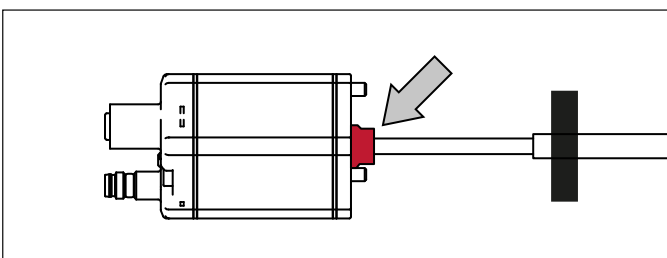

Abb. 34: Dichtung vor Einsatz in Sensorrohr HD/HL/HP entfernen
- Der Basissensor ist mit drei Schrauben am Sensorstab befestigt und lässt sich im Servicefall leicht austauschen. Entfernen Sie vor dem Einschleiben des Basissensors in das Sensorrohr HD/HL/HP die rote Dichtung am Übergang zwischen Sensorelektronikgehäuse und flexiblem Messstab (Abb. 34). Der Hydraulikkreislauf bleibt geschlossen. Mehr Informationen finden Sie im Kapitel „4.10.1 Austausch des Basissensors beim Modell RH5/RFV/RF5“ auf Seite 67.